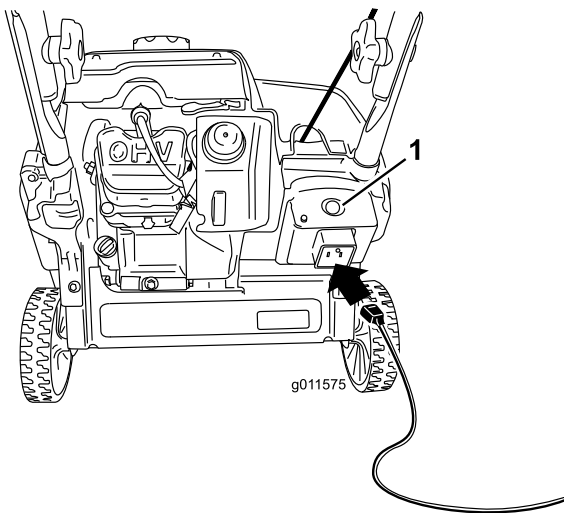
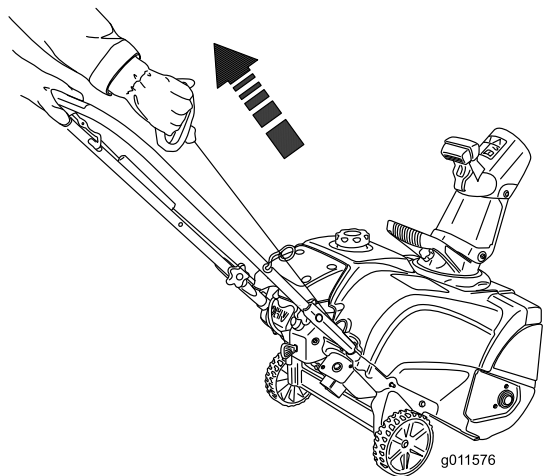

Figure 19
Figure 20
4. Raccordez la rallonge au secteur et à la machine, puis appuyez sur le bouton du démarreur électrique (modèle 38283 uniquement) (Figure 19), ou tirez la poignée du lanceur (Figure 20).